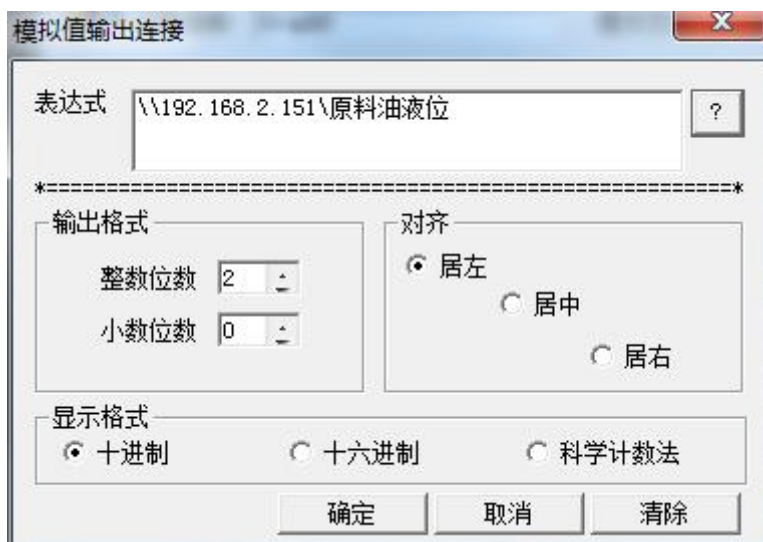

图 11-11 模拟值输出对话框
- 2、在画面中添加一文本对象，在模拟值输出连接对话框中连接服务器中定义的变量，如图 11-11 所示。